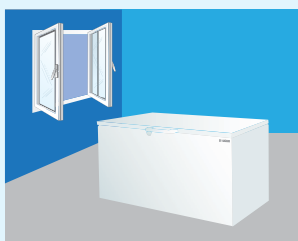

РИСУНОК 12
- В случае подозрения на утечку хладагента, необходимо открыть окна, проветрить помещение и связаться с уполномоченным сервисным центром «Ugur» (Рисунок 12).